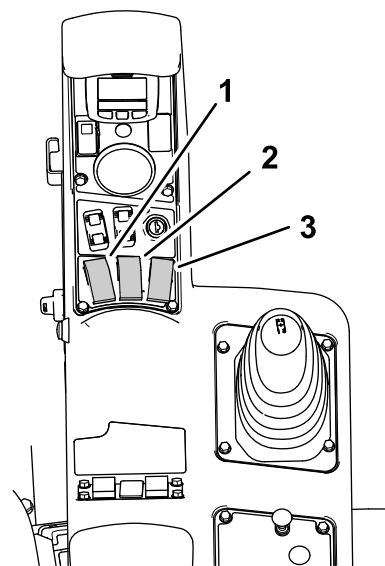
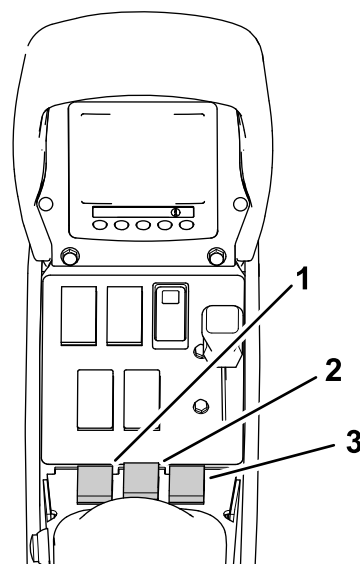

Figure 70
Figure 71
9. Réglez les 3 interrupteurs de section (situés dans la console de commande de la machine) à la position ACTIVÉE (Figure 70 et Figure 71).